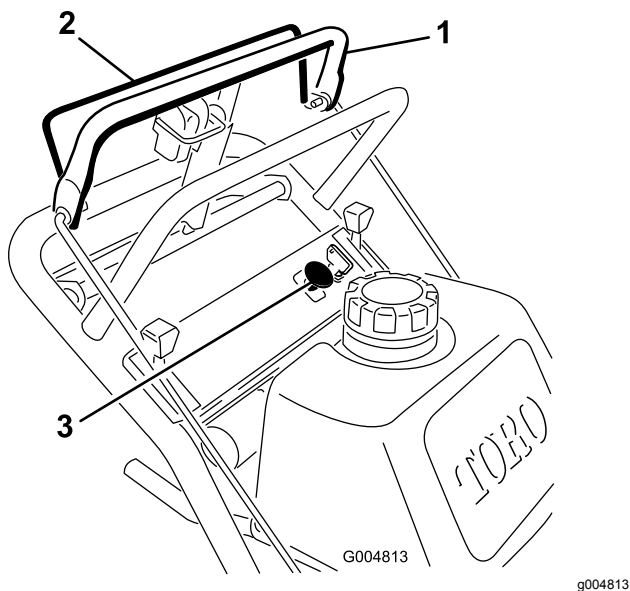

Рисунок 9
1. Отпустите верхнюю штангу управления, чтобы остановить машину (Рисунок 9).
2. Включите ножи, прижав штангу управления ножами к верхней штанге управления (Рисунок 9).
Чтобы ножи остановились, отпустите штангу управления ножами (Рисунок 9).